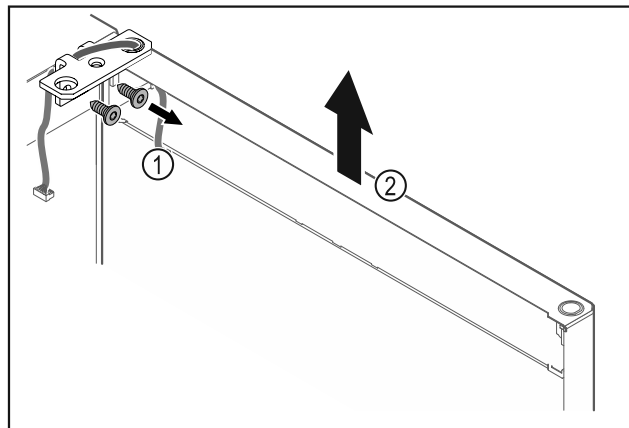

Fig. 24
- Odvrnite kutne šarke Fig. 24 (1).
- Dignite vrata s kutnim šarkama Fig. 24 (2) cca 200 mm ravno prema gore i skinite ih.